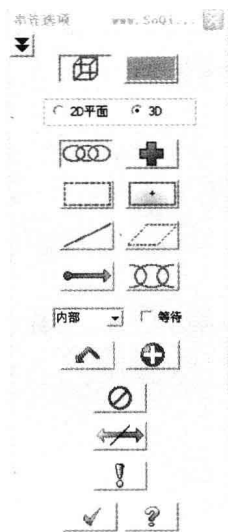
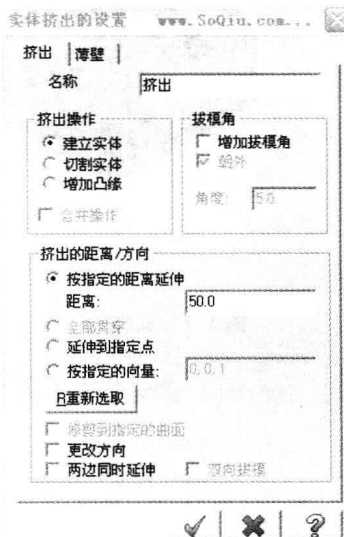
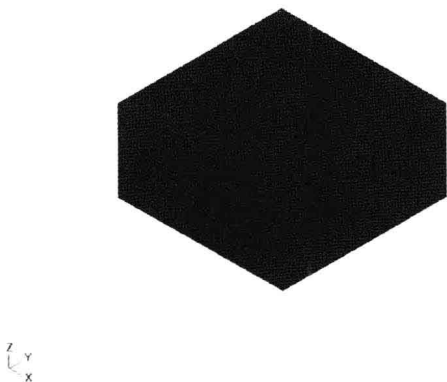

图 1.3 对话框
图 1.4 挤出设置对话框
图 1.5 实体
(3) 点击实体、挤出菜单，跳出如图 1.3 对话框。根据提示点取图中矩形，出现一个箭头，然后回车或者点 ，弹出图 1.4 对话框。
(4) 在图 1.4 挤出设置对话框中设置距离 50，回车。点击等角视图 ，在绘图区显示立体线框图形，再点击图形着色 ，得到实体图的显示模式，如图 1.5 所示。